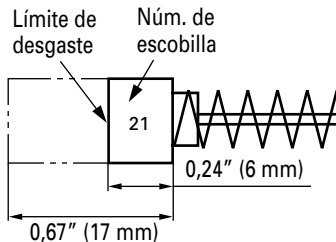

Fig. 6
4. Inspección de la escobillas (Fig. 6)
Utilice las escobillas HITACHI Núm. 21 indicadas en la Fig. 6.